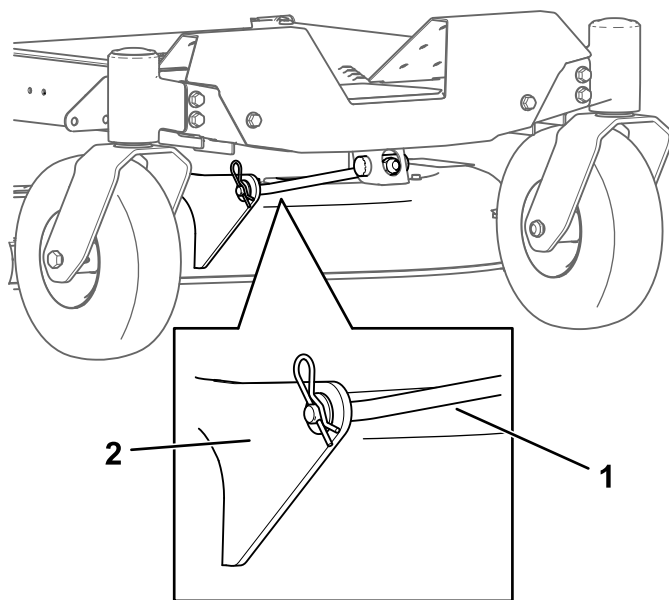

Figura 72
4. Remova o perno de gancho da barra de suporte da frente e remova a barra do suporte da plataforma (**Figura 72**).
8. Coloque a barra de suporte frontal na plataforma do cortador com o pino de segurança e perno de gancho (Figura 72).